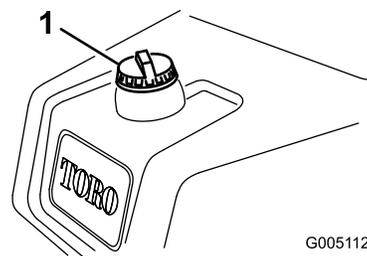

図 21
1. 燃料キャップ（図 21）の周囲をきれいに拭いてキャップ外す。